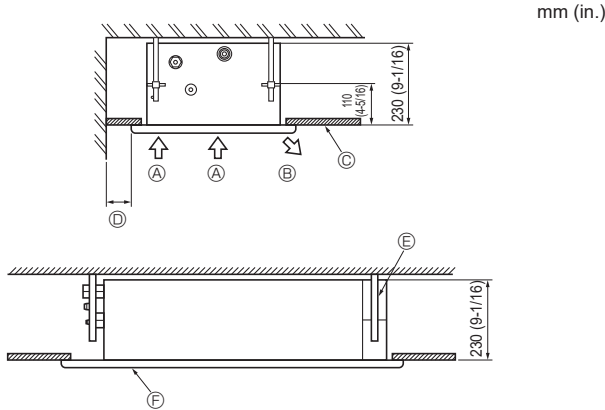

Fig. 2-2
①	Rondelle	4
②	Rondelle (avec isolant)	4
③	Gaine protectrice de tuyau	2
④	Courroie	6 (grands) 2 (moyenne) 2 (petits)
⑤	Vis	4 (M5 × 30) 4 (Vis autotaraudeuses 4 × 12)
⑥	Tube en verre	1
⑦	Plaque du conduit	1
⑧	Prise d'écoulement	1 (Marquée "UNIT")
⑨	Isolation	1
⑩	Cache du conduit	1
2.2. Espace nécessaire pour le service technique (Fig. 2-2)